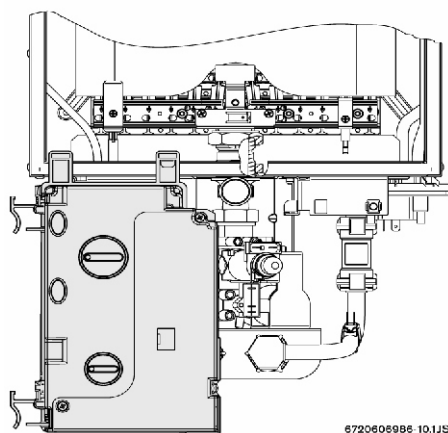

Fig. 3 Casetă de comandă – poziția de reglare a alimentării cu gaz
- ▶ După îndepărtarea casetei de comandă, plasați-o în poziția indicată în fig. 3.